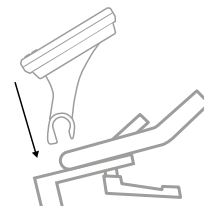

Рис. 6
3. Нажав, соедините крепление поручня и поручень (см. рис. 6).